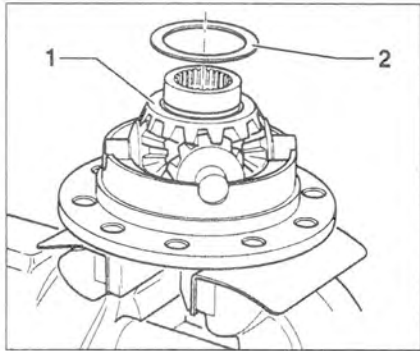

Рис. 5.120. Снимите шестерню 1 привода полуосей с прокладкой 2.
4. Снимите шестерню 1 привода полуосей с прокладкой 2 (рис. 5.120).
10. Установите шестерню 1 привода полуосей с прокладкой 2 (рис. 5.120).